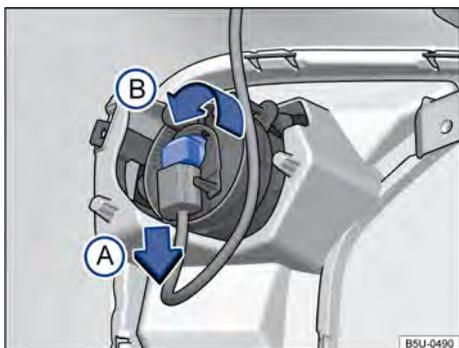

Fig. 172 Atrás do para-choque dianteiro: acesso à lâmpada incandescente do farol de neblina.
- 2 Desencaixar o conector de alimentação da lâmpada → Fig. 172 no sentido da seta (A), pressionar, ao mesmo tempo, a trava de fixação do conector.
- 3 Girar o soquete da lâmpada → Fig. 172, no sentido anti-horário da seta (B), e desencaixá-lo do alojamento.